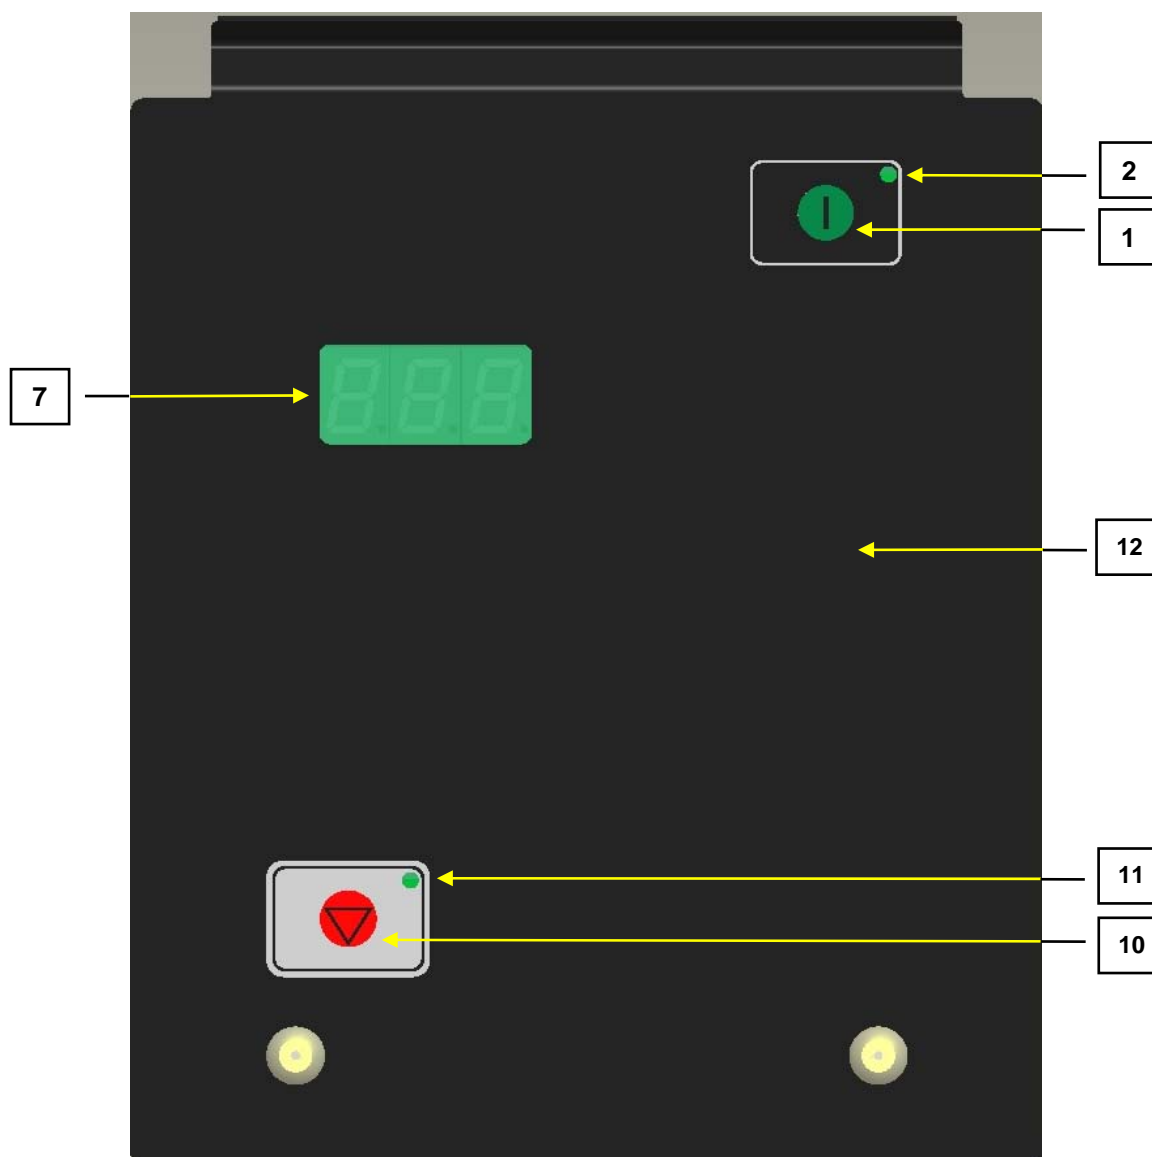

Figura 5.2.2.
- La versione COIN e la versione CPS è munita di elementi di comando e di informazioni accessibili per l'utente che sono rappresentati in figura 5.2.2.
- Figura 5.2.2. – tastiera, visualizzazione e la descrizione delle funzioni per la versione COIN oppure CPS, esecuzione utente.